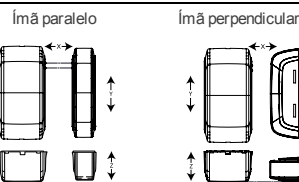

Figura 5: direções da cobertura de alcance
- Para operação adequada da função de AM, alinhe o ímã com a tampa decorativa do sensor durante a calibração. Consulte a Figura 5 para a instalação de ímãs perpendiculares e paralelos.